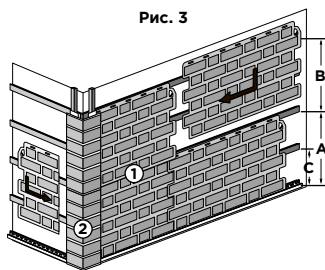
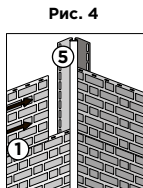

Рис. 3
Рис. 4
5. Установка внутреннего угла. Внутренний угол предназначен для монтажа фасадных панелей на стыке перпендикулярно стоящих стен. Монтируется к обрешетке через перфорационные отверстия (рис. 4). Придерживайтесь п. 5 Общих положений при монтаже элемента.
Следующая панель вставляется в стартовую планку рядом с первой панелью и соединяется с ней по горизонтали, путем задвигания до упора в пазы первой панели (рис. 3). На внутренних углах дома фасадные панели заводятся в пазы доборного элемента - внутреннего угла (рис. 4).